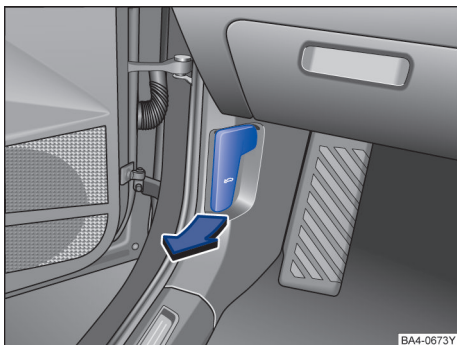

图 187 驾驶员侧脚部空间：发动机舱盖锁开启手柄
- 将车门打开沿图示箭头方向拉动开启手柄 → 图 187，舱盖在弹簧机构的作用下弹开少许。